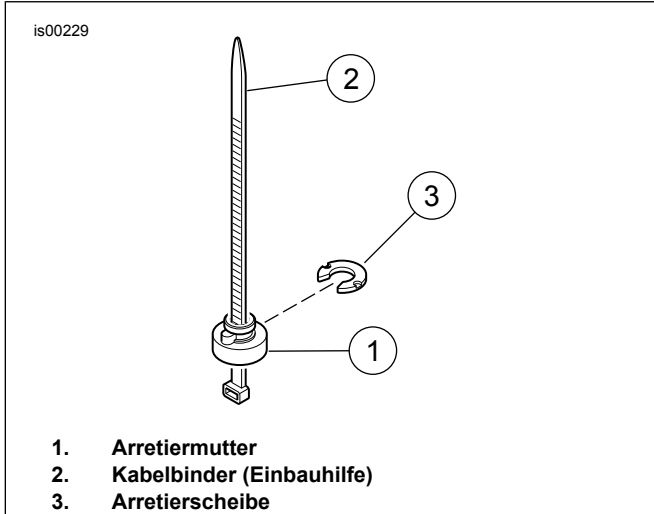

Abbildung 2. Die Arretiermutter einbauen
3. Siehe Abbildung 2. Je eine Arretiermutter in beide Bohrungen oben auf dem Hinterradschutzblech wie folgt einbauen:
- a. Als Montagehilfe kann ein Kabelbinder verwendet werden, mit dem sich die Arretiermutter und die zugehörige Unterlegscheibe leichter aus- und einbauen lassen. Die Arretiermutter (1) so auf den Kabelbinder (2) stecken, dass die breitere Seite der Mutter auf der Öse des Kabelbinders aufsitzt. Den Kabelbinder von unterhalb des Schutzblechs durch das hinterste Loch im Schutzblech hindurch stecken. Den Kabelbinder nach oben ziehen, um die Mutter fest an der Unterseite des Schutzblechs anzubringen.
- b. Die Nase an der Arretiermutter in die entsprechende Aussparung im Schutzblechloch gleiten lassen und die Arretierscheibe (3) von hinten her aufschieben. Hiermit wird die Arretiermutter in ihrer Position gesichert. Den Kabelbinder entfernen.